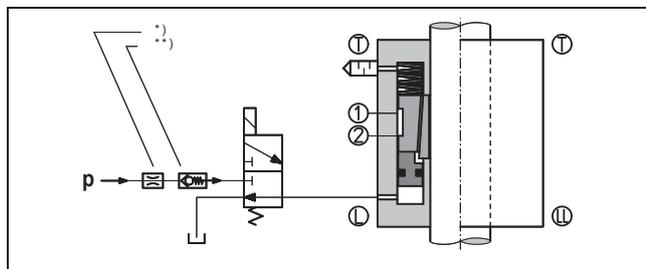

図6:油圧配管の概略図
ほとんどのアプリケーションには、図6にあるような油圧配管にてご使用いただけます。
- * ロッキングユニットKFHAに加圧する時に、過度な加圧による衝撃音が聞こえた場合は、図6のpラインにあるフローコントロールバルブを調整することによって衝撃音を止めることができます。
- ** 圧力が一定でない場合（ダウンストロークに切り替わる時に圧力が低下するなどの症状）は、図6のpラインにチェックバルブ（逆止弁）の配置を推奨いたします。